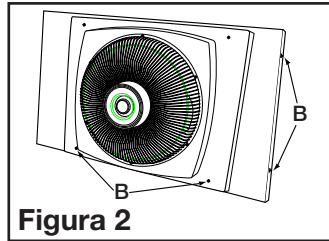

Figura 2
4. Apriete los 4 tornillos "B" del alojamiento del ventilador y habrá completado la instalación (**Figura 2**).